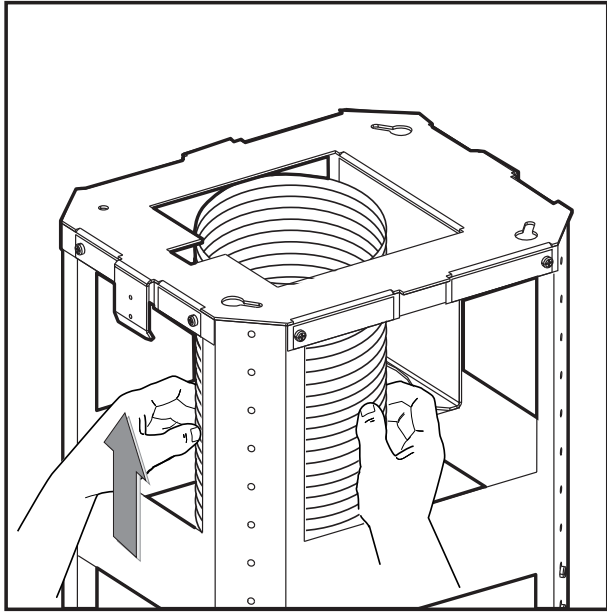

Fig.7
- Fije el tubo flexible al agujero de evacuación de aire preparado **(Fig.7)**.